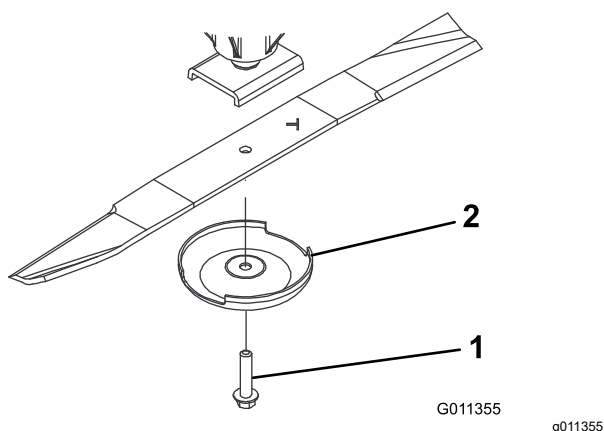

Figura 129
3. Togliete il bullone, la coppa antistrappo e la lama dall'asse del perno (Figura 129).